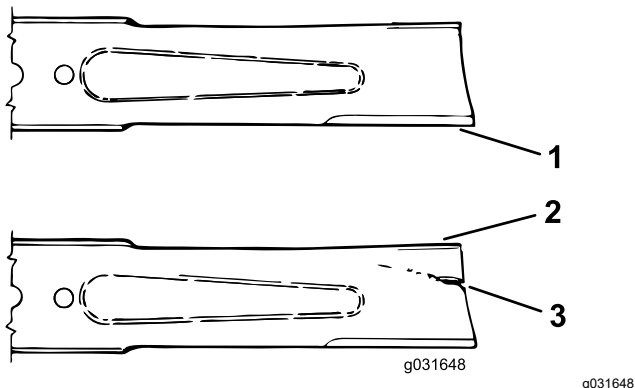

Рисунок 73
3. Осторожно проверьте режущие кромки ножей, особенно в точке соединения плоской и изогнутой частей ножа (**Рисунок 73**).